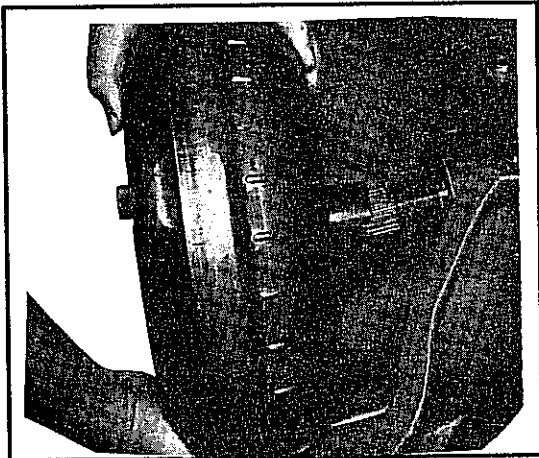

Abb. 10-160 Montage des Drehmomentwandlers
- Sicherstellen, daß der Drehmomentwandler frei dreht und nach vorne verschiebbar bleibt, um mit der Zahnkranzscheibe verbunden zu werden. Siehe Abb. 10-160.